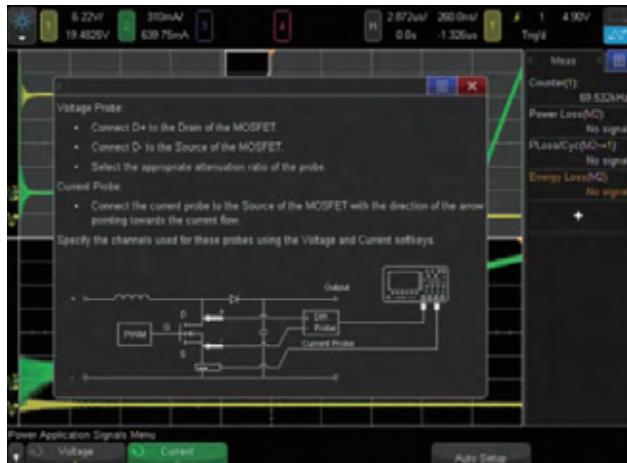

图 21：斜率测量连接图。
4. 按下 **Signals** 功能键，然后使用示波器通道 1 输入的 N2790A 电压探头连接漏极 / 集电极(红色引线)与开关晶体管的源极 / 发射机(黑色引线)，如图 21 连接图所示。如果使用 Agilent SMPS 培训套件，将探头连接至 **TP3**(红色引线)和 **TP4**(黑色引线)。